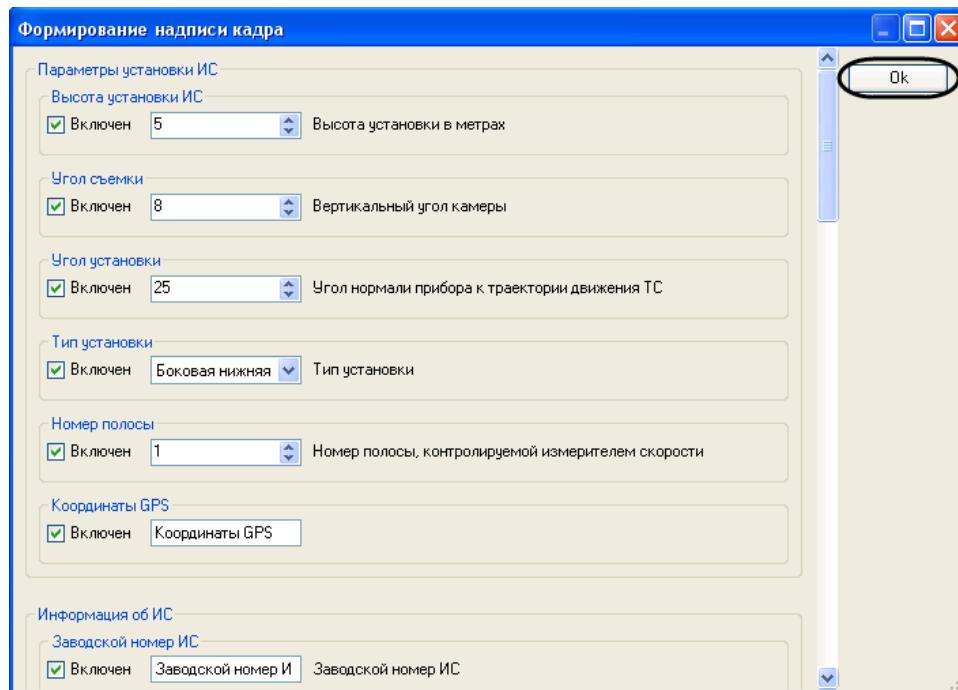

Рис. 7.2—14. Сохранение изменений в диалоговом окне «Формирование надписи кадра»
8. Для сохранения внесенных изменений и закрытия диалогового окна «Формирование надписи кадра» нажать кнопку «OK» (Рис. 7.2—14).
Примечание. Для закрытия данного окна без сохранения изменений следует нажать кнопку «» (Рис. 7.2—14).